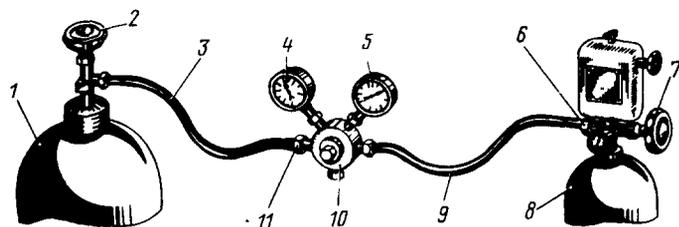

Рис. 102. Схема зарядки бортовых кислородных баллонов:
1. Зарядка кислородом баллонов с прибором КП-21 производится от транспортного кислородного баллона с помощью специального приспособления. В приспособление входят (рис. 102):